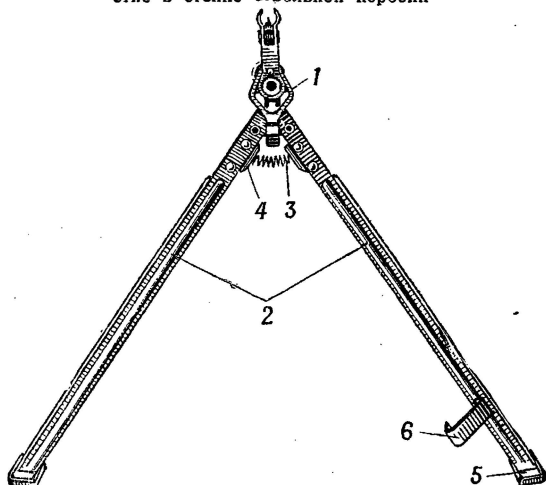

Рис. 36. Сошка пулемета:
16. Сошка пулемета (рис. 36) служит упором при стрельбе. Она имеет основание, две ноги с ползками для упора в грунт и выступами для фиксации ног в сложенном положении, пружину для разведения ног, пружинную застежку на левой ноге для скрепления ног в сложенном положении. Сошка от пулемета не отделяется.